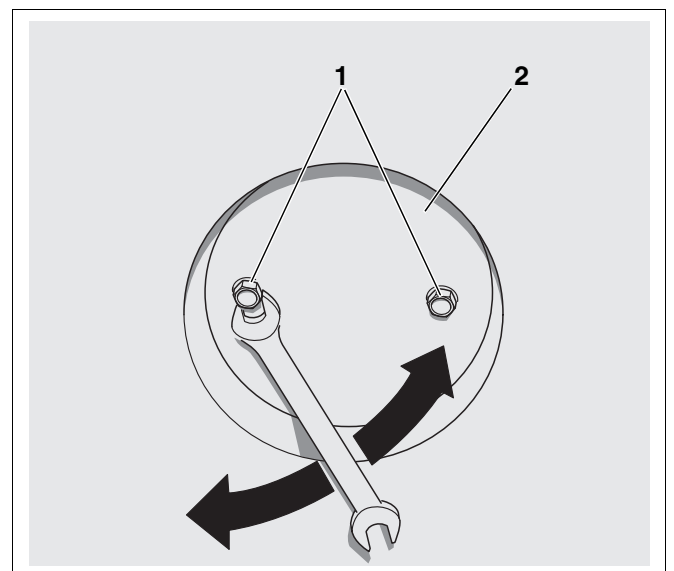

Abb. 3 Abgasanschluss Rückseite – Abdeckplatte
- Schrauben der Abdeckplatte des Abgasanschlusses auf der Rückseite (Abb. 3, **Pos. 1**) lösen, ohne diese vollständig herauszudrehen.
- Abdeckplatte entfernen (Abb. 3, **Pos. 2**).